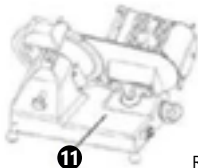

Rys. 8
- Poluzować śruby (f) urządzenia zabezpieczającego (g) z tyłu krajalnicy odpowiednim śrubokrętem i zdjąć je (rys. 8).